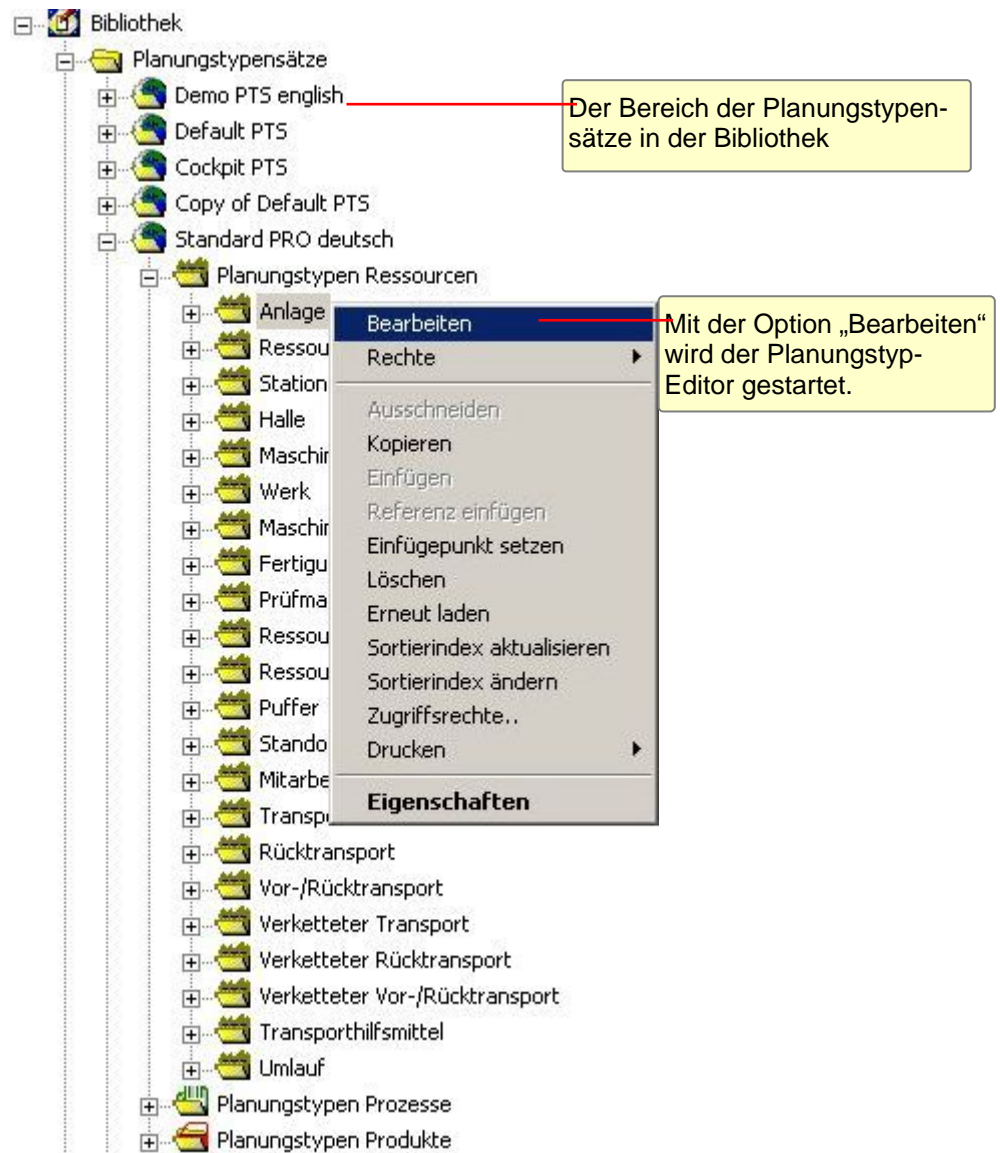

Abbildung 20: Aufruf des Planungstyp-Editors in der allgemeinen Bibliothek
- ❑ Im **Planungstypensatz-Bereich der Systembibliothek** durch Anklicken eines Planungstypen mit der rechten Maustaste und Auswahl der Option **Bearbeiten** im Kontextmenü. Siehe Abbildung 20.